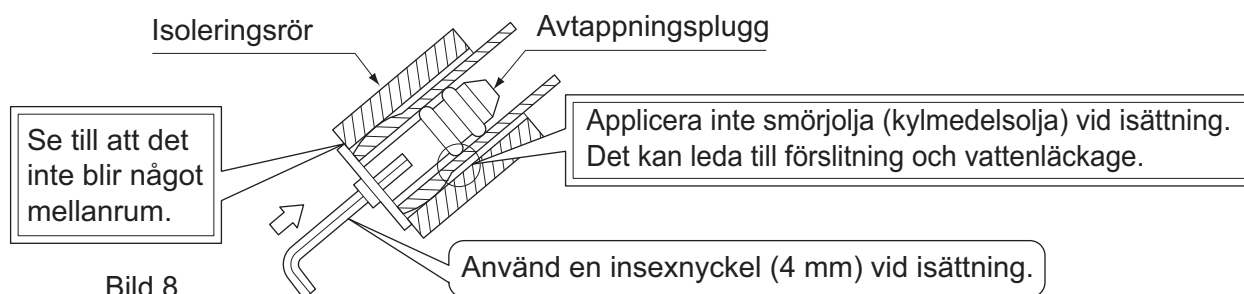

Bild 8
- Ta bort dräneringspluggen, isoleringsrör och dräneringsslangen från dräneringstråget och sätt tillbaka. (Se bild 8)
- Dra lokala köldmedierör i förväg, och passa in dem mot vätskerör- och gasrörsmarkeringarna som är graverade på installationspanelen (1).